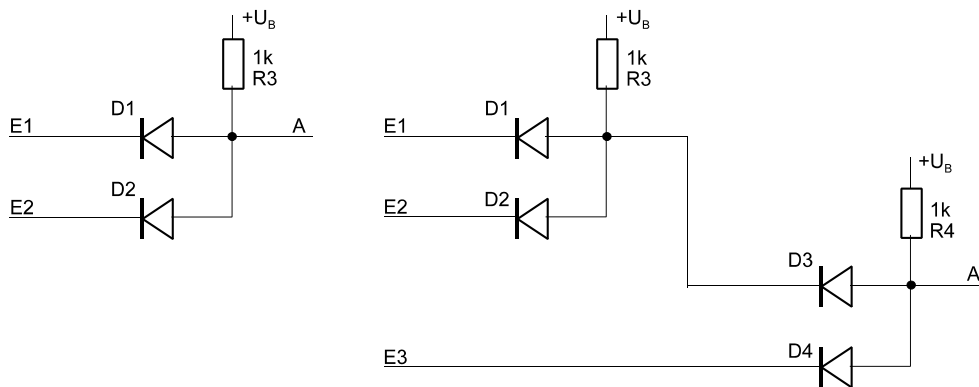

Abb. 4.2 UND-Verknüpfung. Links ein einzelnes Gatter, rechts zwei Gatter hintereinander.
- Statische Erprobung. Voltmeter (Digitalmultimeter) am Ausgang, Schalten der Eingänge mittels Kippschalterplatine 09a. Betriebsspannung: 15 V (Festspannungsnetzgerät). Schaltungen gemäß den Abb. 4.2 bis 4.4 stecken. Widerstände: 1k (R_3 , R_4).